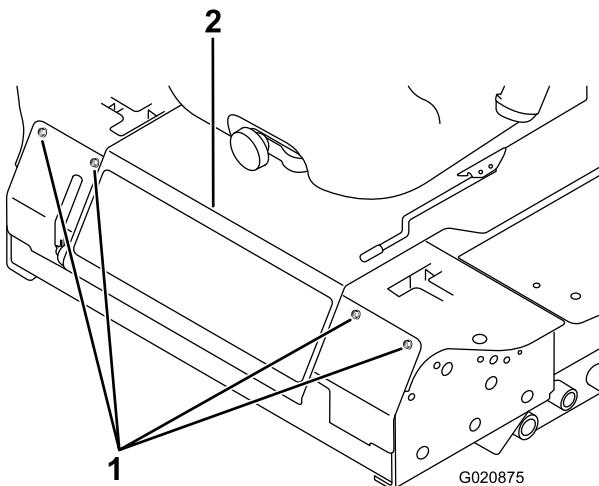

Figura 81
- Afloje los pernos del panel delantero y retire el panel (Figura 81).